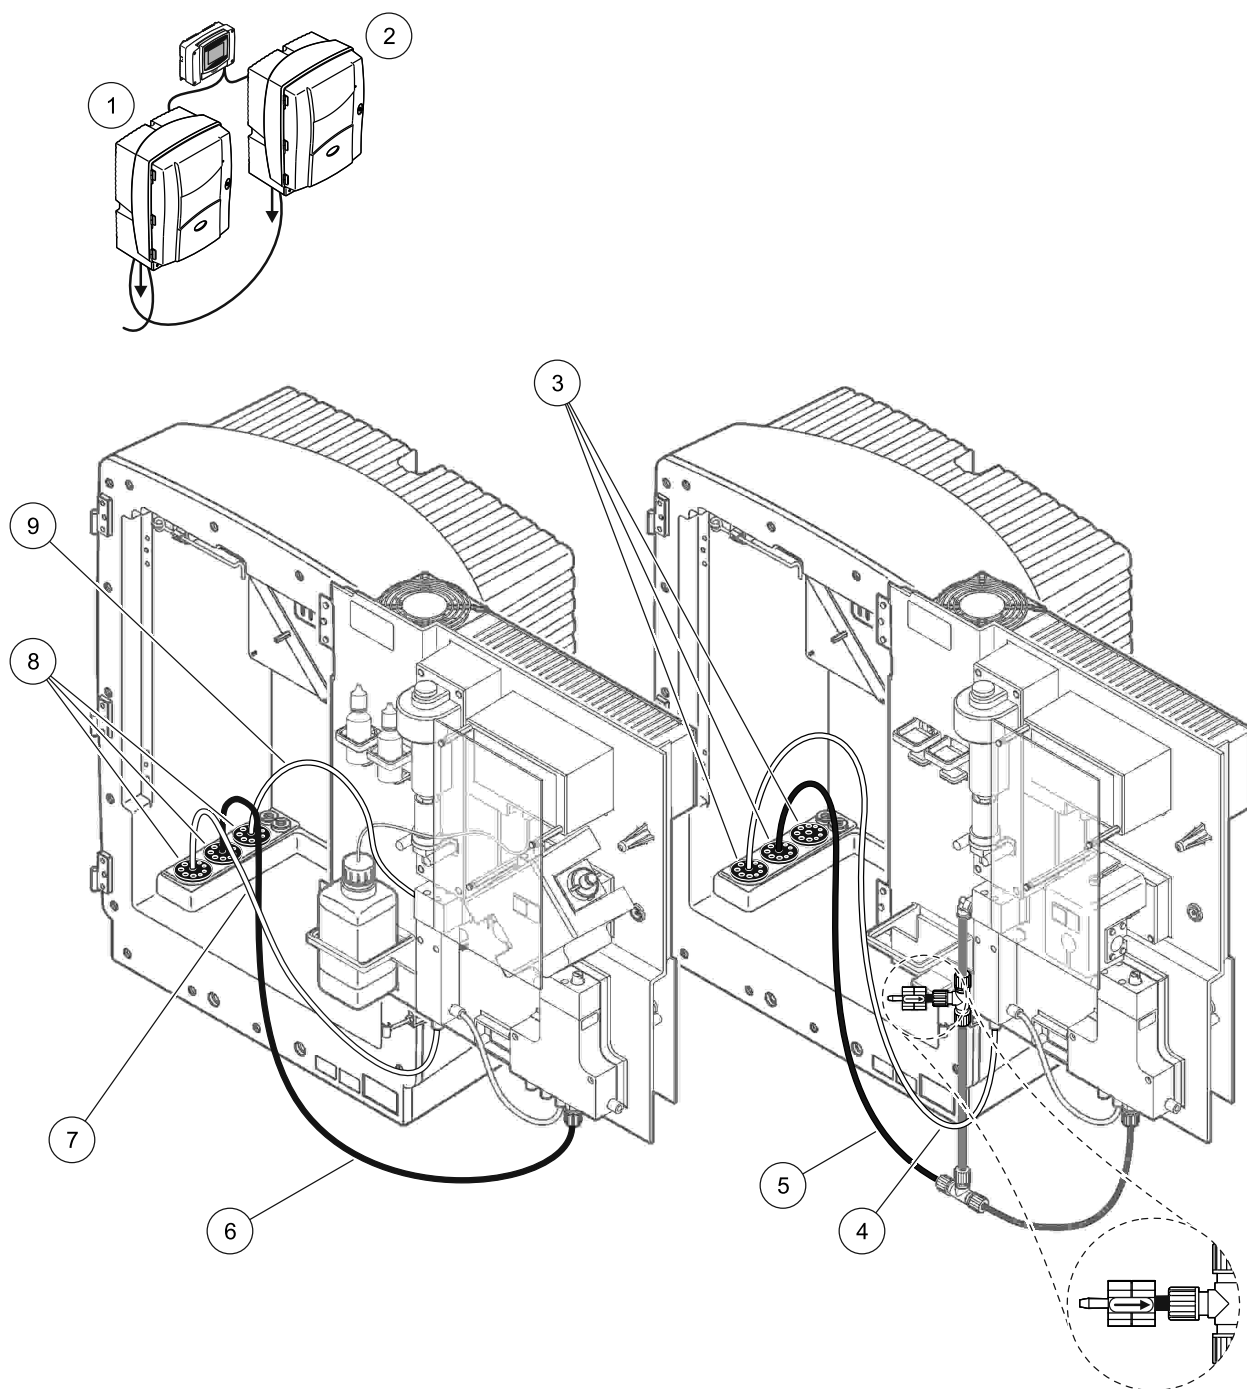

Рисунок 41 Монтаж версии 10b
Для версии 10b смотрите Рисунок 41 и следующие инструкции:
- a. Пропустите линию проб от блока пробоподготовки через анализатор (Рисунок 41, позиция 7). Для фиксации используйте уплотняющую заглушку #3.